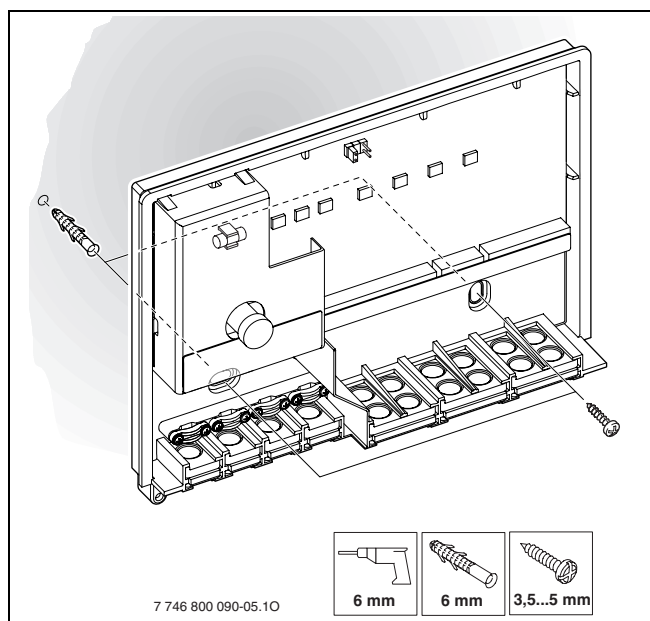

Afb. 8 Bovenste bevestigingsschroef
- ▶ Boor voor de bovenste bevestigingsschroef een gat van  $\varnothing 6$  mm, breng de plug aan en draai de schroef er tot 1,5 mm in (→ afb. 8).